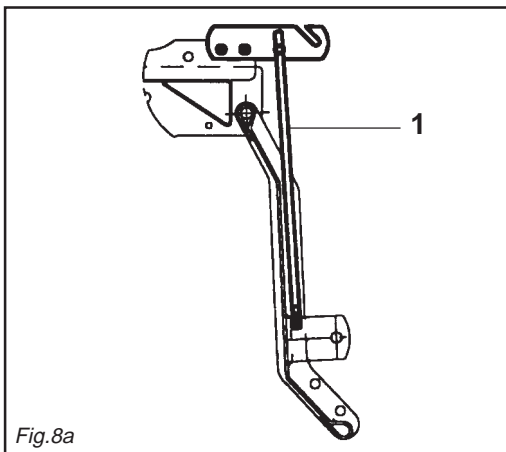

Fig. 8a
- Versione con asta e catenella antiribaltamento:** In fase di lavoro bisogna togliere l'asta (1 Fig. 8a). L'asta va montata solo dopo aver appoggiato la fresa al suolo in fase di stazionamento.
- version with rod and chains overturning:** When the machine is operating rod (1 Fig. 8a) should be removed. The rod should only be installed when the cultivator has been lowered to the ground as the machine is parked.
- Versioin mit stange und Kette:** Bei der Arbeit ist die Stange (1 Abb. 8a) zu entfernen. Die Stange erst dann montieren, wenn die Fräse beim Abstellen am Boden aufgestellt wird.
**Versioin avec le barre et chaîne:** Pendant le travail il faut enlever la barre (1 Fig. 8a). La barre doit être montée seulement quand la fraise est appuyée sur le sol en phase de stationnement.
- Versioin con la barra y cadena:** En fase de trabajo es necesario quitar la barra (1 Fig. 8a). La barra debe ser montada sólo luego de haber apoyado el rotocultor al suelo, en fase de estacionamiento.